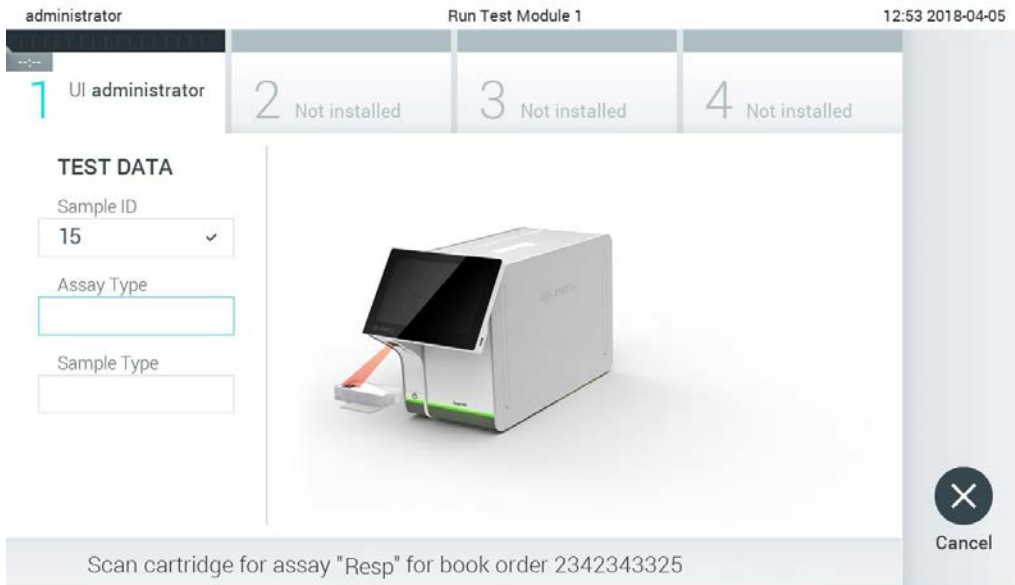

Figura 83. Scanarea codului de bare al cartușului de test QIAstat-Dx.
4. Atunci când comanda testării a fost primită cu succes de la gazdă, se afișează „Scan cartridge for assay <assay_name> and book order <order_number>” („Scanare cartuș pentru testul <nume_test> și pentru comanda fermă <număr_comandă>”). Scanați codul de bare al cartușului de test QIAstat-Dx specificat (Figura 83, pagina următoare).